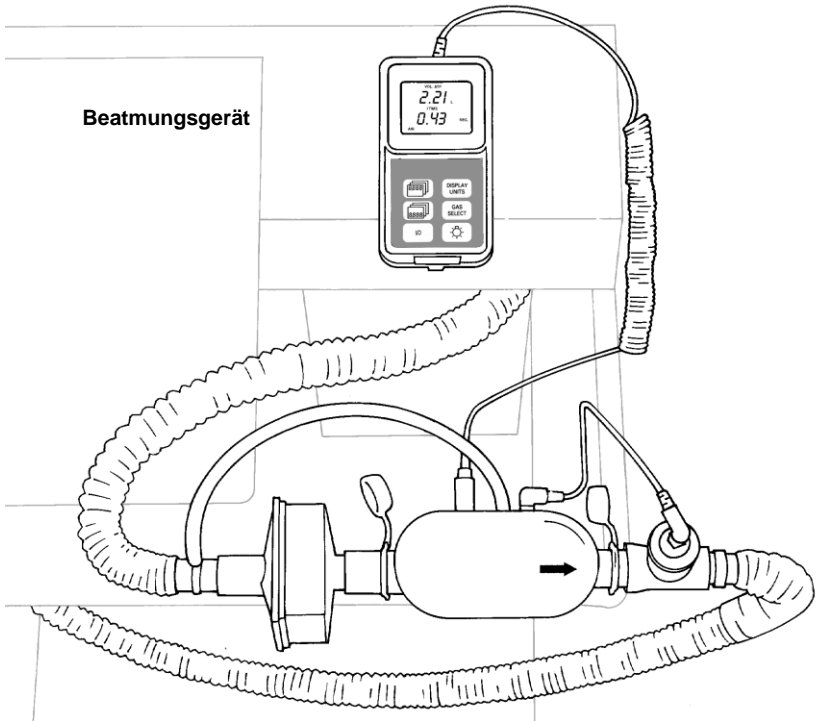
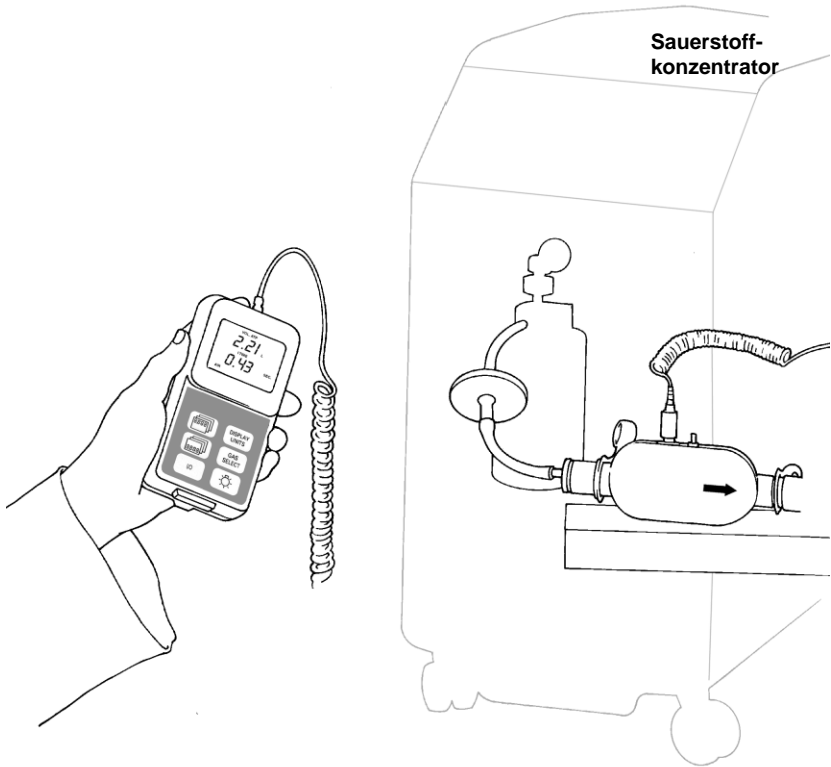

Abb. 7. Installation des Flow Moduls im System
Abb. 8. Certifier® FA Test System im Einsatz in einem Sauerstoffkonzentrator
5. Installation des Flow Moduls in einen Beatmungskreislauf (**Abb. 7, Abb. 8**).